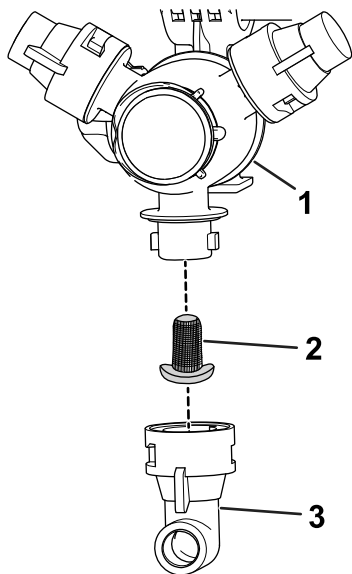

Figura 16
2. Retire o bico da cabeça de pulverização (Figura 16).
3. Retire o filtro do bico (Figura 16).
5. Instale o filtro do bico (Figura 16).
6. Instale o bico na cabeça de pulverização (Figura 16).